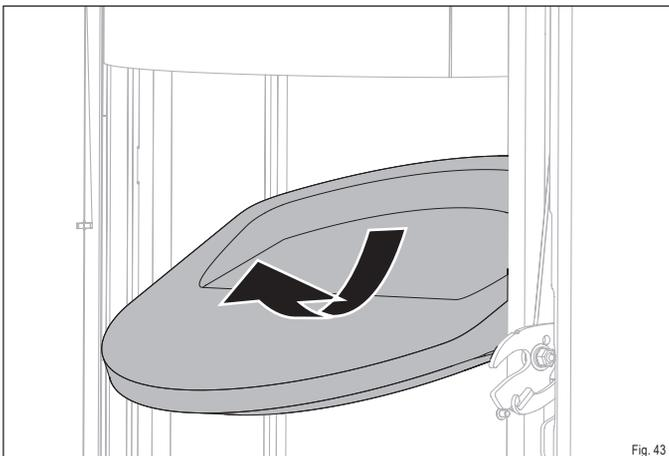

Fig. 43
- ▶ Retirez délicatement la pierre thermique supérieure de son support comme indiqué (Fig. 43).